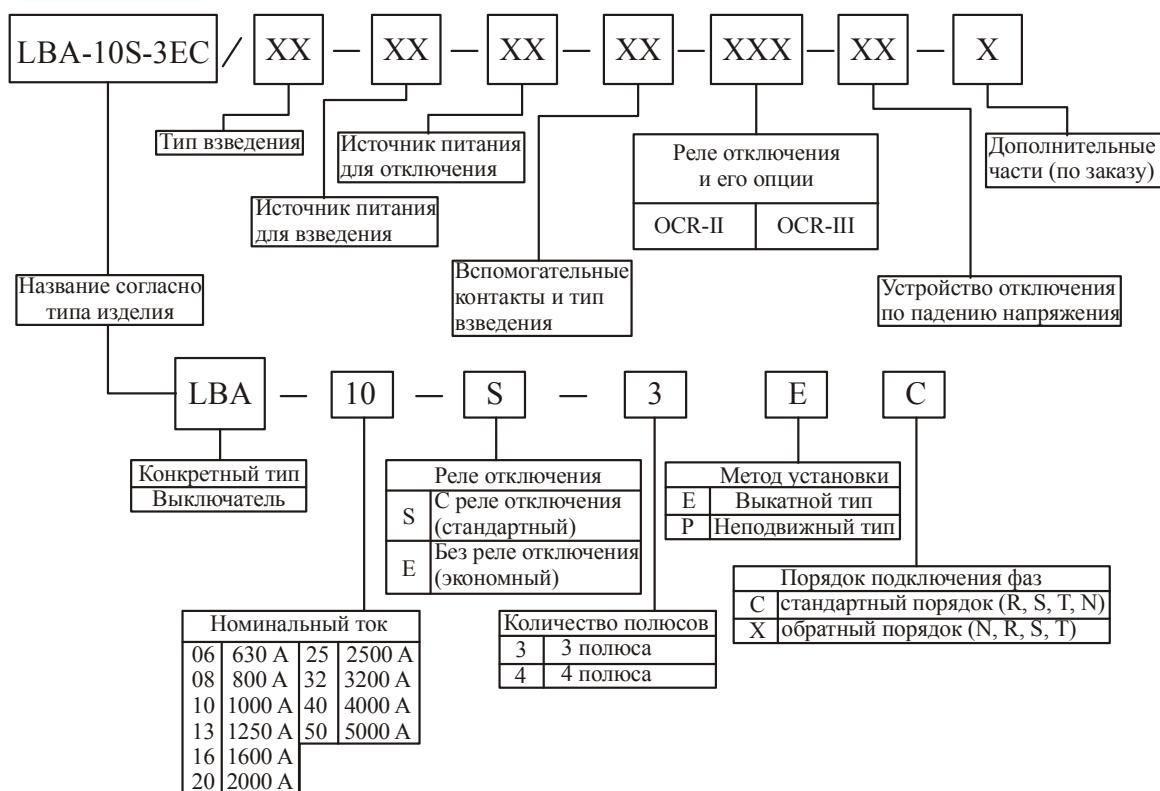

Рис. 2.70. Структура условного обозначения выключателей ВА-СЭЩ-LVA
*Автоматические выключатели ВА–СЭЩ–LVA рассчитаны для эксплуатации в электроустановках на номинальное напряжение до 690 В переменного тока частотой 50/60 Гц и на номинальные токи от 630 до 5000 А (табл. 2.28). Структура их условного обозначения и ее расшифровка приведены на рис. 2.70. Технические параметры выключателей представлены в таблице 2.28, а изменение их номинального тока в зависимости от температуры окружающей среды – в таблице 2.29.*
Технические параметры автоматических выключателей ВА-СЭЩ- LVA (см. рис. 2.70)